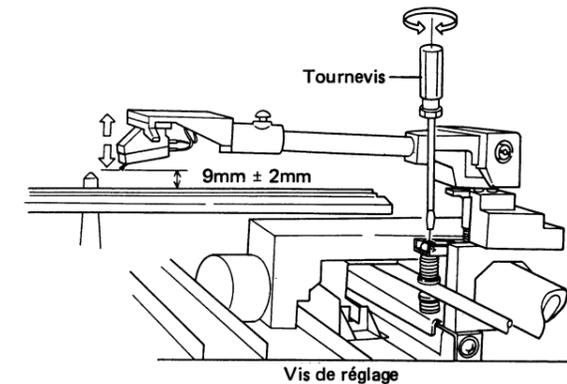

Fig. 11-2 Réglage de la levée du bras
- * Lors de la montée du bras, vérifier que l'extrémité de la pointe de lecture se trouve à $9 \pm 2\text{mm}$ au-dessus de la surface du disque et que l'extrémité de la pointe du lève-bras se trouve dans la gorge en "V" (Fig. 11-2).